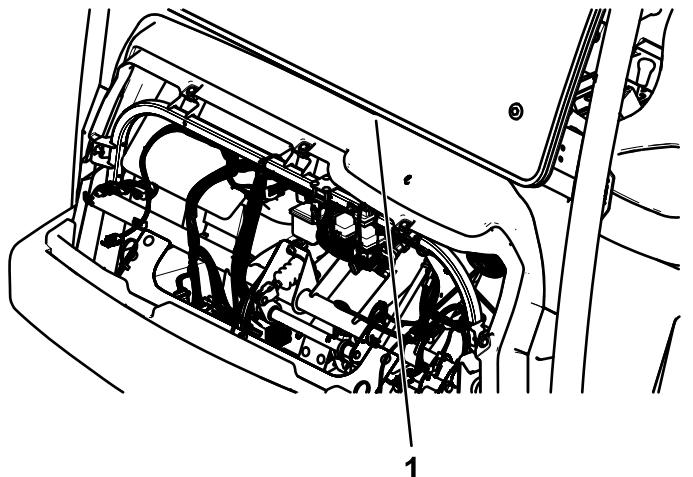

図 38
4. ストッププレートがダッシュを上に押し付けるようにタップボルト1/2 x 4"で調節してダッシュとキャブの間のすきまをなくす図 38。